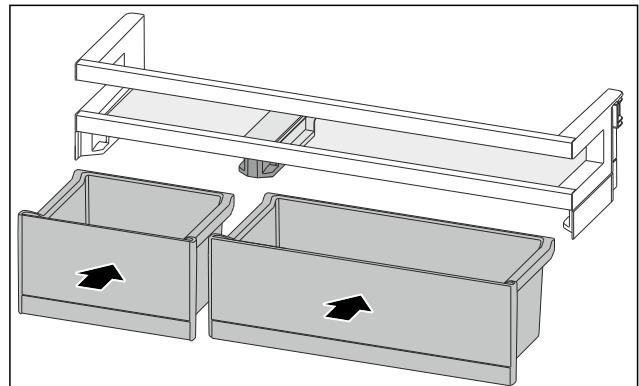

Fig. 128
- ▶ Installer les VarioBoxs dans l'agencement inverse. (voir Fig. 128)